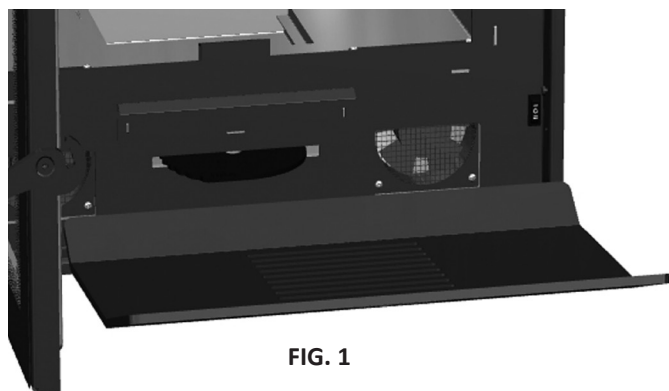

FIG. 1
1. Retirer de l'appareil le déflecteur, les plaques d'appui latérales et le fond. Faites attention aux pièces en vermiculite qui peuvent se casser. (Fig. 1)